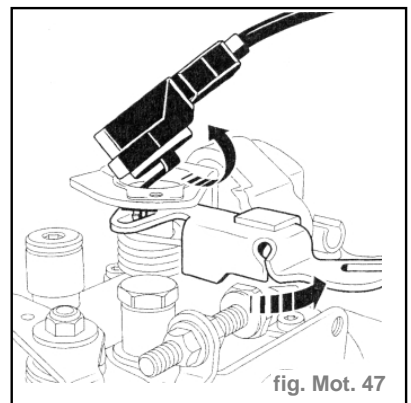

fig. Mot. 47
- Soulever le potentiomètre du côté du câble. (fig. Mot. 47)